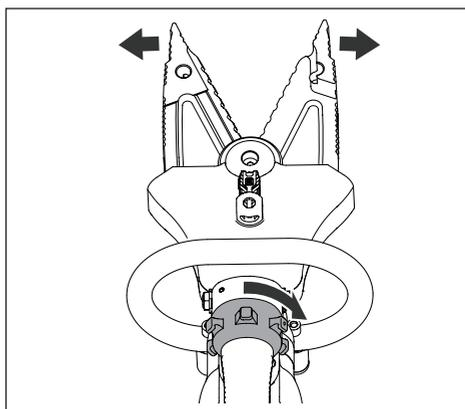

Figura 8, Cuchillas/mordazas abiertas
- Gire la perilla hacia la derecha y manténgala en esa posición para abrir las cuchillas/mordazas. Véase Figura 8.